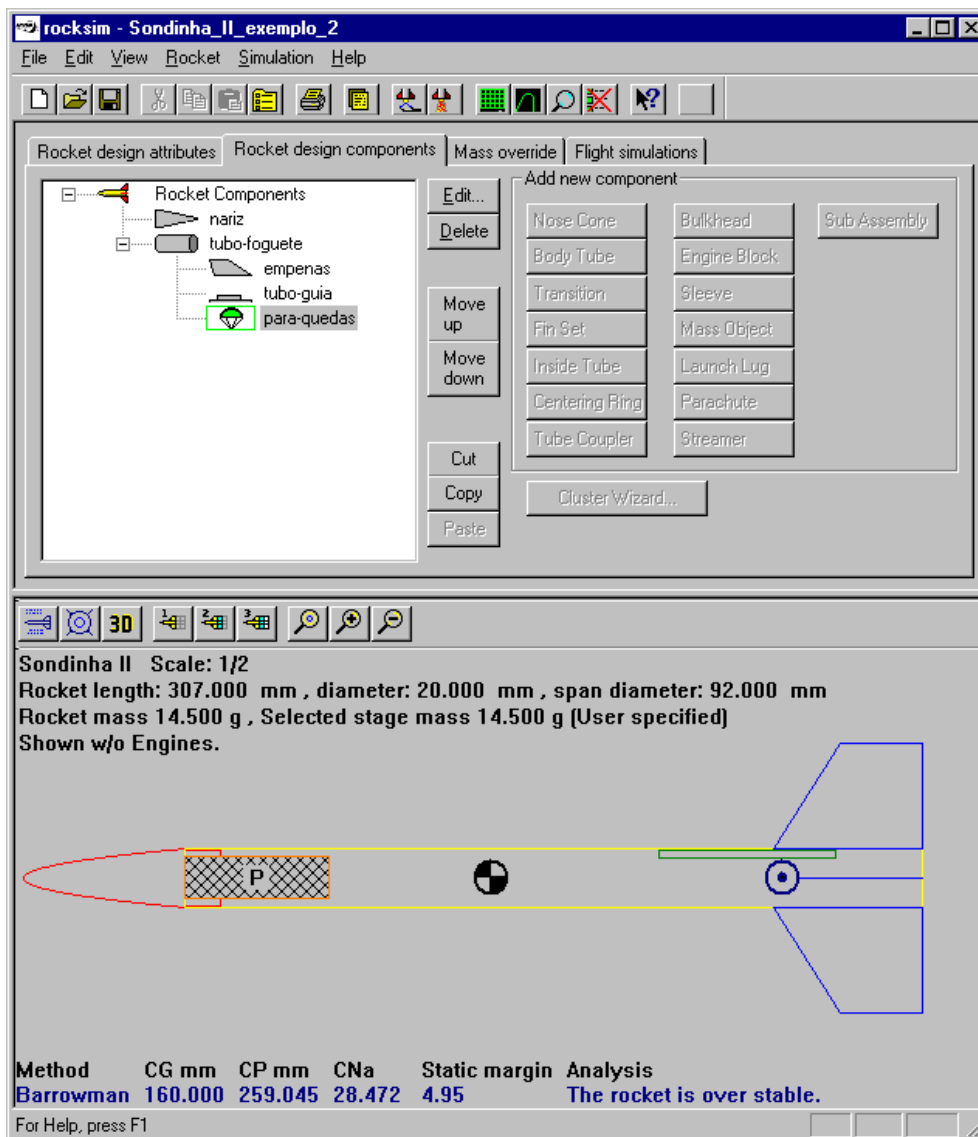

Figura 13. Resultados do arquivo “Sondinha\_II\_exemplo\_2.rkt”.
- (e) Conferir se os resultados mostrados na janela principal são os mesmos da Figura 13, abaixo
Partindo dos dados do capítulo 2, ou seja, aqueles mostrados nas Figuras 3, 4 e 13, analisar o efeito do diâmetro do pára-quedas sobre a trajetória do MF, especialmente sobre o tempo total de vôo e a velocidade de impacto. Para tanto, simular a trajetória usando o valor de “Outer Dia.:", mostrado na Figura 13 do Tutorial 1 do RockSim, 300 mm (referência), 100, 200, 500 e 1000 mm.